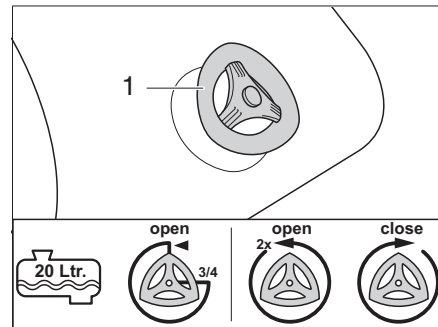

Bild 288 Ablasshahn
- 1/2 voll oder weniger: Den Ablasshahn (Bild 288,1) eine 3/4-Umdrehung gegen den Uhrzeigersinn drehen.
- 3/4 voll und mehr: Den Ablasshahn (Bild 288,1) 2 Umdrehungen gegen den Uhrzeigersinn drehen.
- Ablasshahn (Bild 288,1) im Uhrzeigersinn schließen.